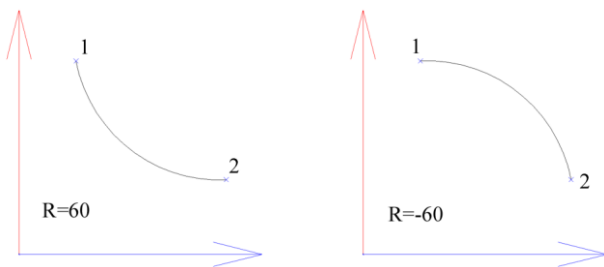

Рис. 4.20 Построение дуги по двум точкам и радиусу
Примечание. В случае ввода радиуса через диалоговое окно, положительное значение радиуса определяет построение дуги от начальной точки (1) к конечной точке (2) против часовой стрелки. Если радиус имеет отрицательное значение, то дуга строится от начальной к конечной точке по часовой стрелке, см. рис. 4.20 стр. 144.
При положительном значении стрелы прогиба дуга строится от начальной точки (1) к конечной точке (2) против часовой стрелки. Если стрела прогиба имеет отрицательное значение, то дуга строится по часовой стрелке, см. рис. 4.20.